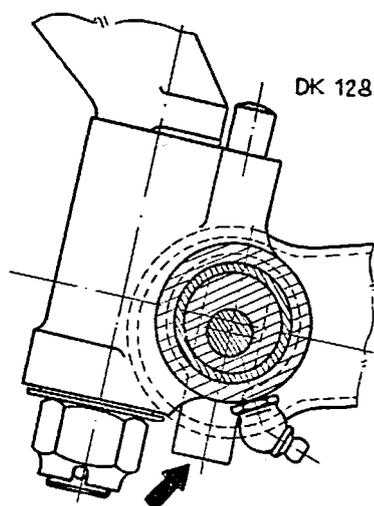

Abb. 22: Exzentereinlage mit Einstellunterlage
- a) Die Exzenterbüchse wird mit aussenmittigem Ende des Lochs für die Schraube nach unten und die Einstellunterlage mit der Nase in Richtung der Aussenmittigkeit eingelegt, siehe Abb. 22.